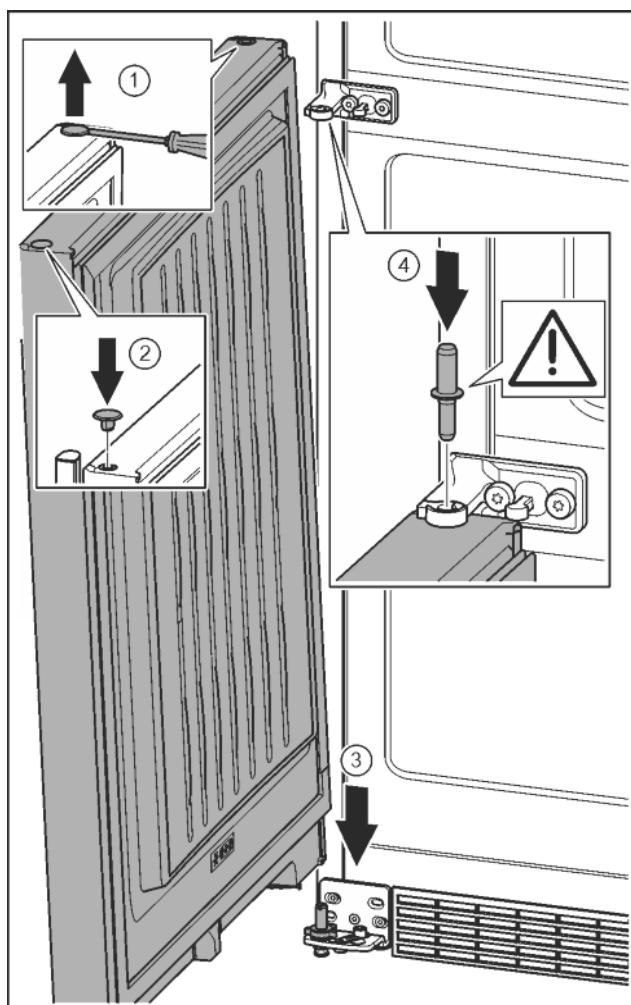

Fig. 23
- Odvijačem s ravnom glavom oprezno podignite čep i izvadite ga. Fig. 23 (1)
- Ponovo umetnite čep na drugoj strani vrata. Fig. 23 (2)
- Stavite vrata odozgo na donji svornjak ležaja. Fig. 23 (3)
- Umetnite srednji svornjak ležaja kroz srednji podložak ležaja u donja vrata. Pri tome pazite da je ispučenje za blokiranje okrenuto prema otpraga. Fig. 23 (4)